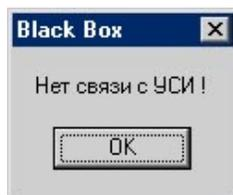

Рисунок 4
3.6 В случае если порт ПК выбран неверно, либо отсутствует питание на УСИ-1, появится сообщение НЕТ СВЯЗИ С УСИ! (рисунок 4).